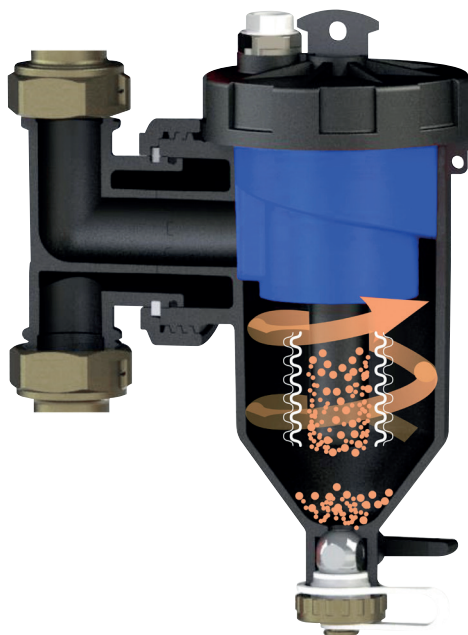

Fig. B2 : action magnétique
- **action magnétique** : rétention des particules ferromagnétiques obtenue par la présence d'un aimant (4) (fig. B2) ;